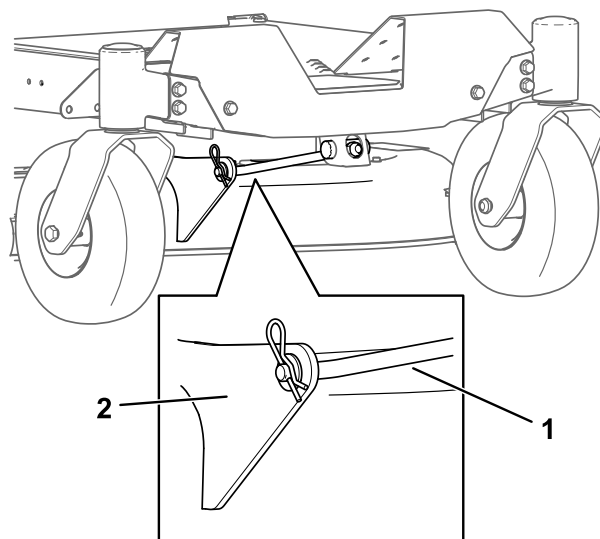

Figura 71
5. Îndepărtați tiftul în formă de agrafă de pe tija de sprijin din faă i scoatei tija din suportul pentru punte (Figura 71).
- Fixați tija de sprijin față de puntea mainii de tuns iarba cu tiftul cu cap și gaură și tiftul în formă de agrafă (Figura 71).